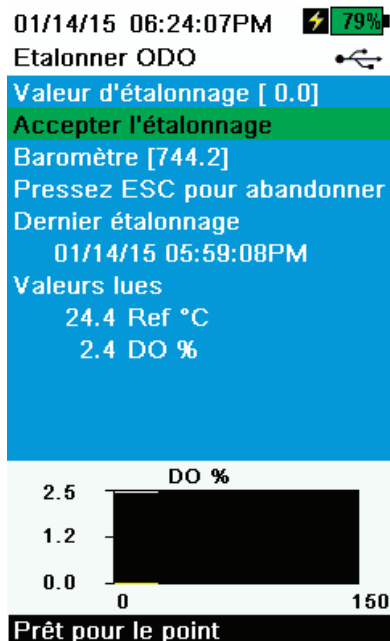

Figure 49 Étalonner le point zéro d'ODO
3. Observez les lectures de mesure réelles (la ligne blanche du graphique n'indique aucun changement important pendant 40 secondes), puis sélectionnez **Accepter l'étalonnage** (Figure 49). La mention « Étalonnage réussi ! » s'affiche dans la zone de messages.